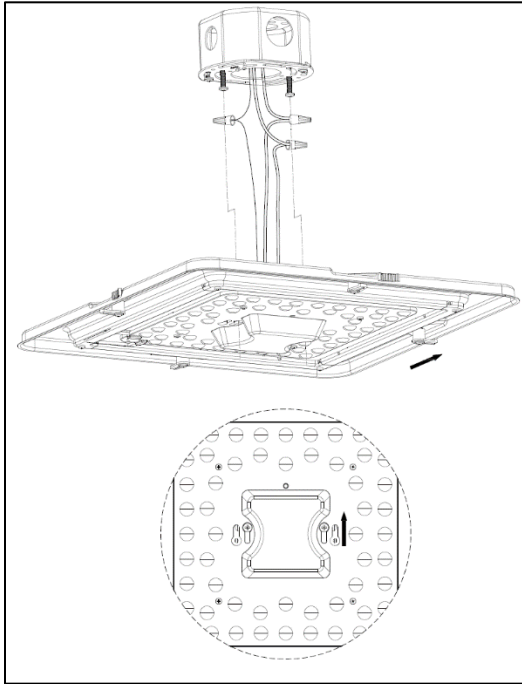

Figure 10
5. Tenez l'assemblage du boîtier (2) d'une main et de l'autre, positionnez les fils vers le haut et dans la boîte de jonction. (Voir figure 10).
6. Faites glisser le boîtier (2) dans la position de verrouillage du trou de serrure. (Voir figure 10).